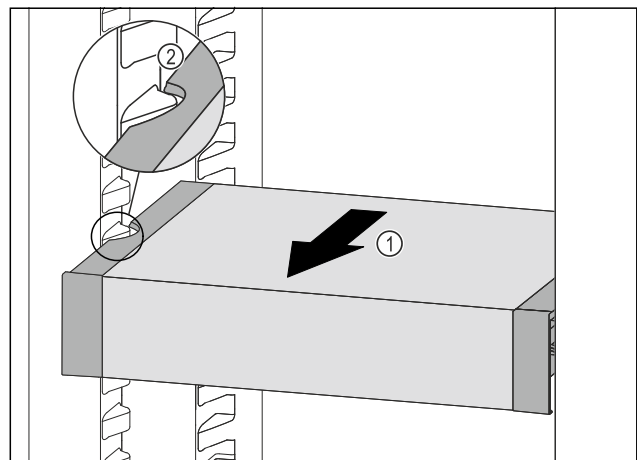

Fig. 40
- ▶ VarioSafe naar voren trekken Fig. 40 (1), tot de uitsparingen aan de zijkant van de VarioSafe zich ter hoogte van de rib in het koelgedeelte bevinden. Fig. 40 (2)